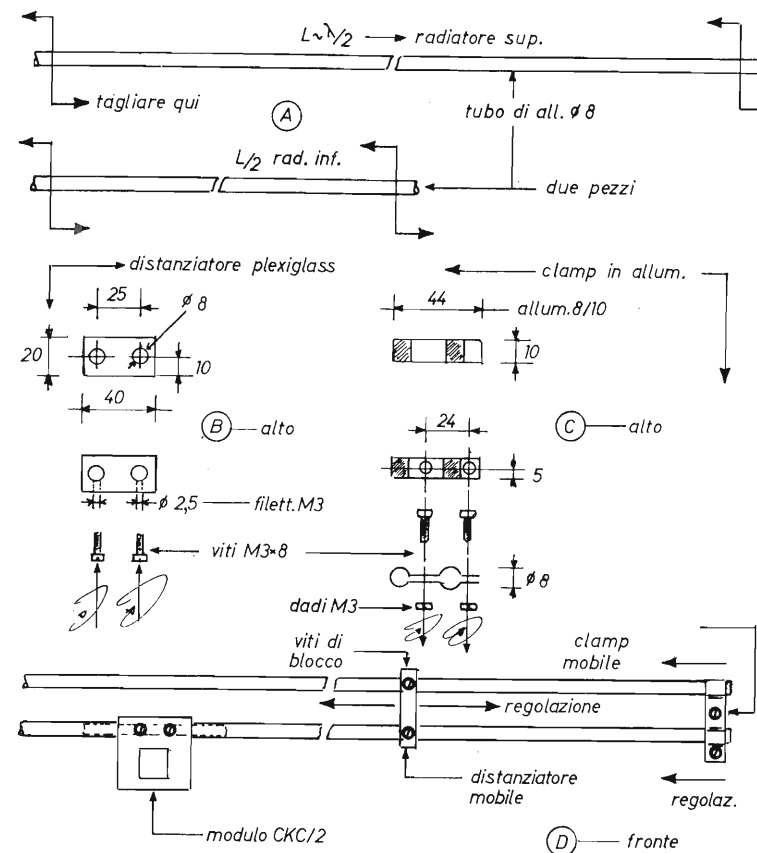
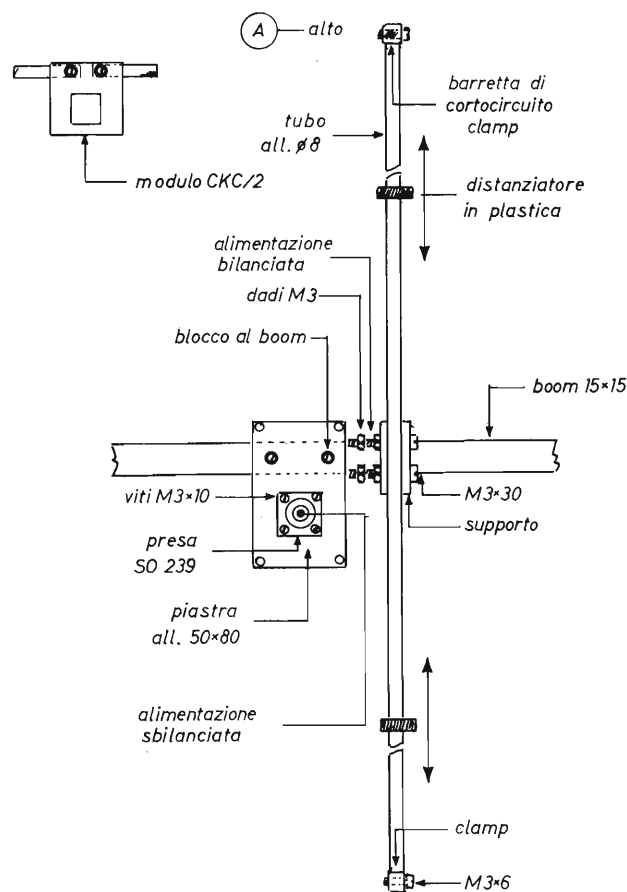

figura 4 - Dipolo ripiegato: schema di assemblaggio. Descrizione tecnica. Lo sviluppo dell'argomento è indicato alle lettere A... D.
figura 5
Questo accessorio è opzionale. Nel caso descritto tuttavia si è rivelato utile per esigenze di carattere sperimentale e di praticità. La basetta non è altro che la base di una scatola TEKO misura minima. Essa è forata a $\varnothing 16$ mm per una presa coassiale Tipo VHF - SO 239 come è schematizzato nella figura 5.
c) Assemblare il tubo superiore ed inserirlo nelle clamp già predisposte allo scopo. Decidere la misura fuoritutto del radiatore e stringere le viti delle clamp e quelle delle basette distanziatrici. Una fase di assemblaggio è indicata nella figura 4/D, mentre il radiatore assemblato è visibile nella figura 5 (vista dall'alto).